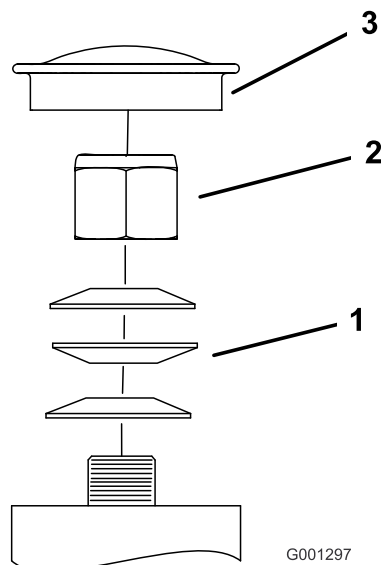

Figura 52
- Togliete il coperchietto antipolvere dalla ruota orientabile e serrate il dado di bloccaggio (Figura 52).
- Serrate il dado di bloccaggio finché le rondelle elastiche non sono piatte, quindi allentate di un quarto di giro per mettere a punto il precarico sui cuscinetti (Figura 52).
Importante: Verificate che le rondelle elastiche siano correttamente montate, come riportato nella Figura 52.
- Montate i coperchietti antipolvere (Figura 52).